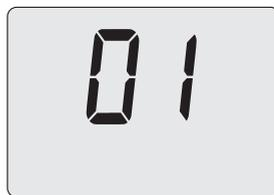

Figura 5.52
- Pulsando el botón 17 (Figura 5.49), el display LCD muestra el valor del parámetro P05 (Figura 5.52).